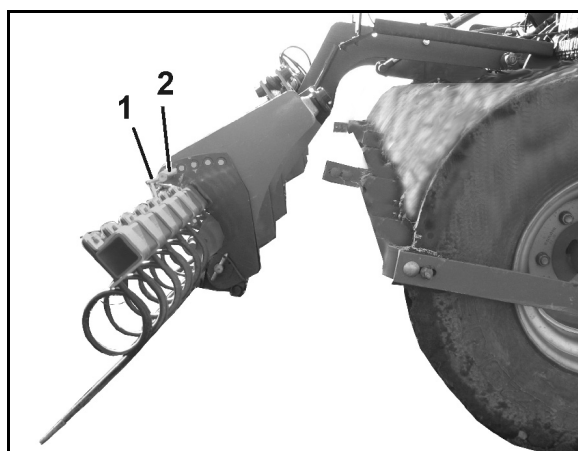

Bild 42
- Hålspjut (Bild 42)
2. Lossa låsspringen (Bild 42/1).
3. Sätt inställningsbulten (Bild 42/2) i önskad position.